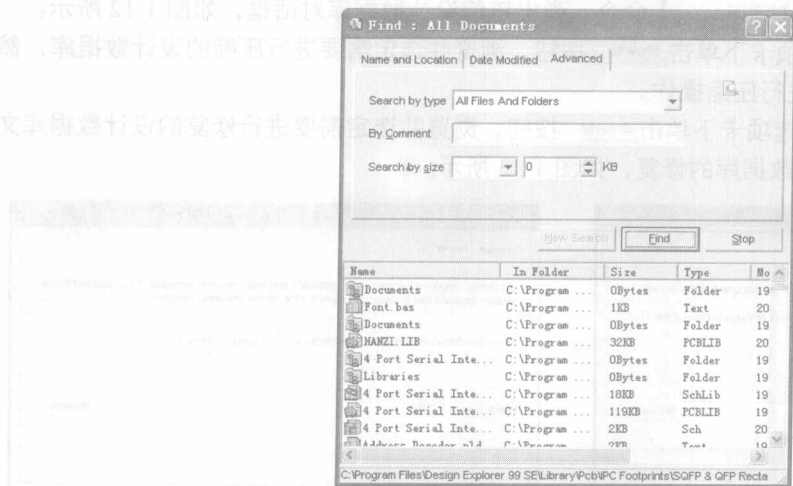

图 1-10 搜索到的符合设定条件的文件列表
(3) 对以上选项进行合理设置后单击 按钮，系统开始进行搜索。
(4) 系统将把搜索到的复合设置条件的文件以列表的形式通知给用户，如图 1-10 所示。